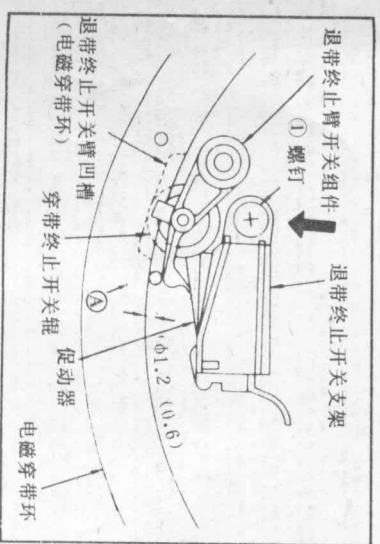

图 35 退带终止开关位置调整
用手转动电磁穿带环, 确认在退带终止开关臂组件进入退带终止开关凸轮槽内后, 当 $\phi 1.2$ 销插入③部 (图 35) 时该开关是否松开。确认插入 $\phi 0.6$ 销时, 该开关并未松开。